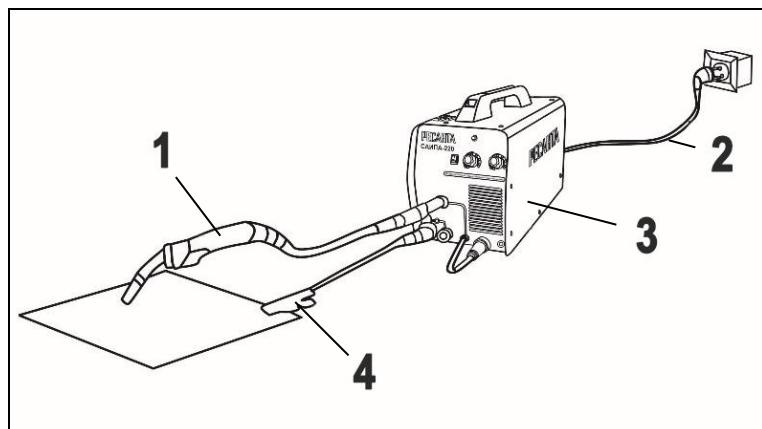

Рис. 3. Схема подключения оборудования
- При завершении шва отведите электрод немножко назад, чтобы заполнилась сварочная ванна, а затем переместите электрод на верхний край сварочной ванны (Рис 6 (1-2 рис.3)) и быстро отведите от кратера (Рис 6 (3 рис.3)).